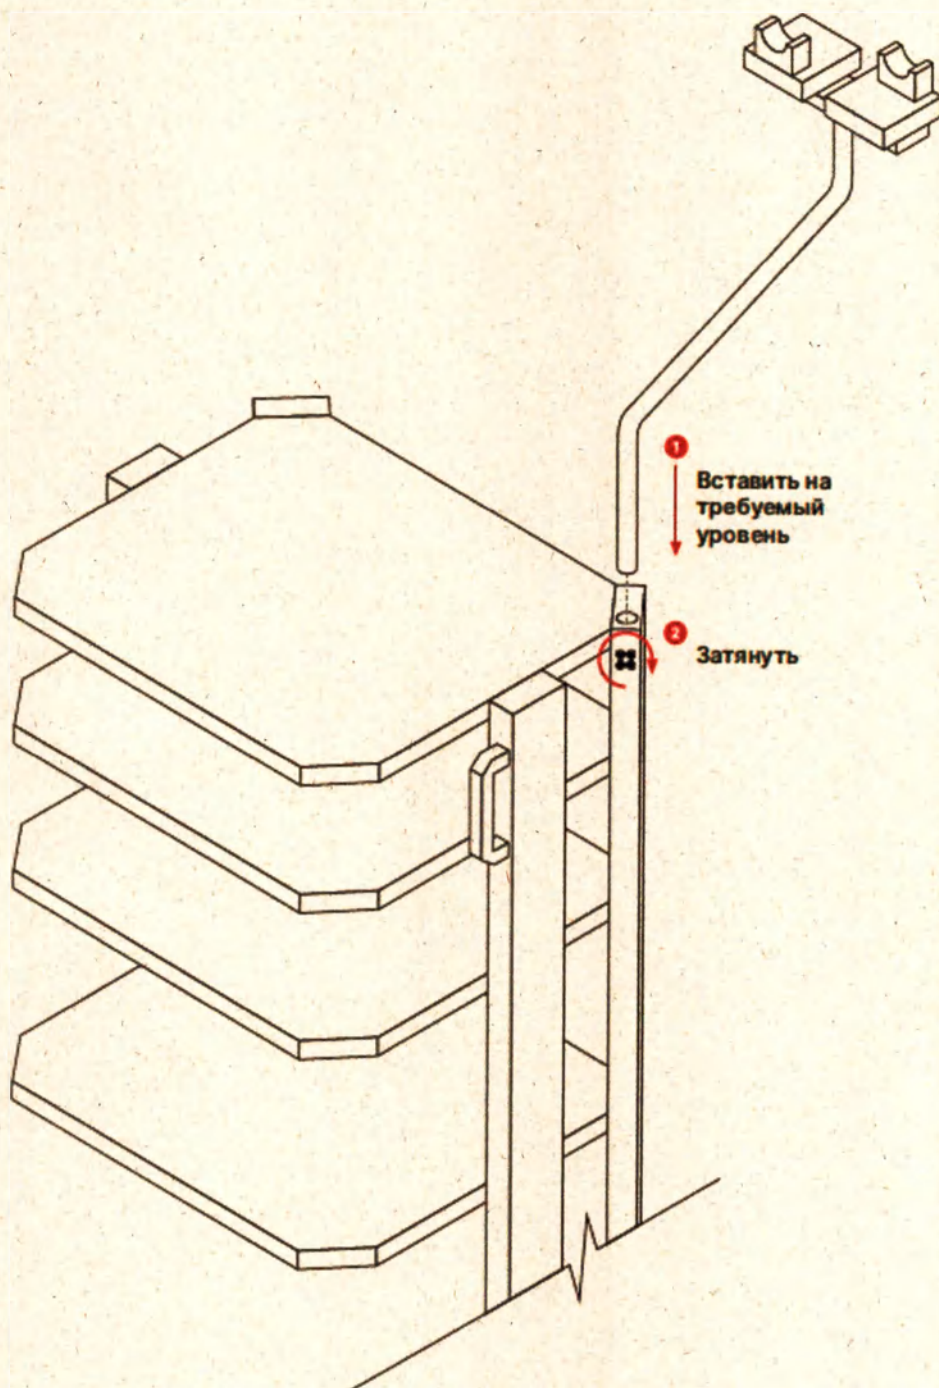

Рисунок 13 Установка штанги-держателя эндоскопа
- Установите штангу - держатель эндоскопа (если предусмотрено) (см. рисунок 13). Зафиксируйте держатель эндоскопа при помощи винта.